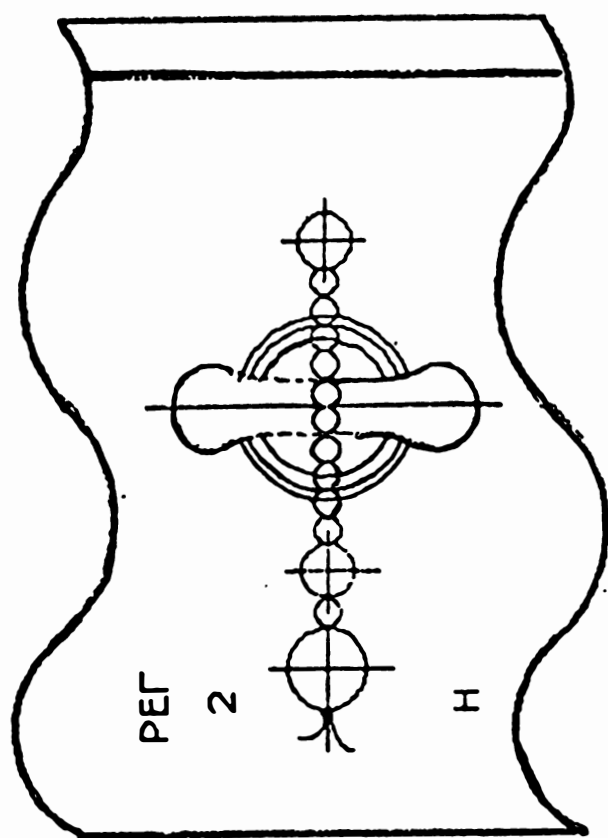
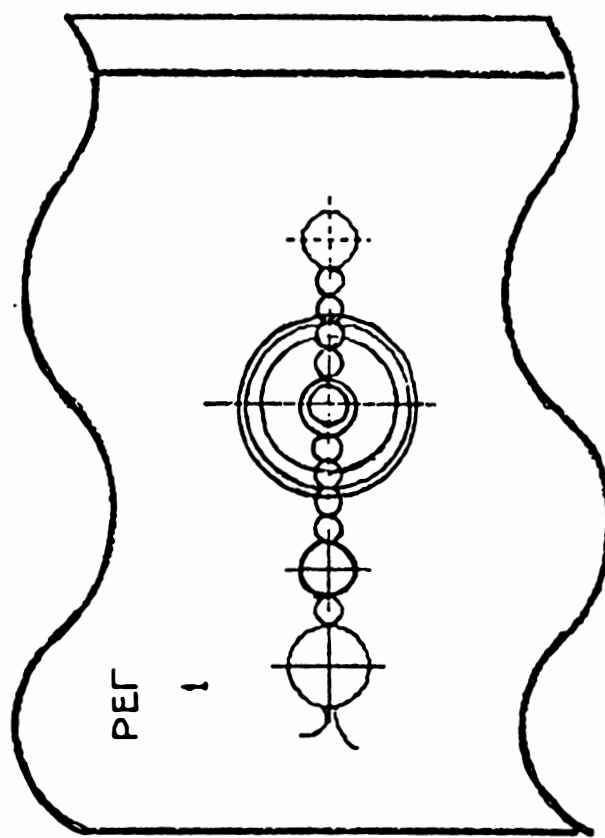

Рис. 6.1.
Рис. 6.2.
6.3. Конструкция блока позволяет пломбировать тумблера "1КАБ-2 КАБ" и РЕГ в каждом положении. Необходимое положение пломбируется проволокой и пломбами, через стойки, находящиеся на блоке. Способ пломбирования положений тумблеров "1КАБ-2КАБ" и РЕГ в положении Н и "2" указан на рис.6.1., для положения "1" тумблера РЕГ способ пломбирования показан на рис.6.2.